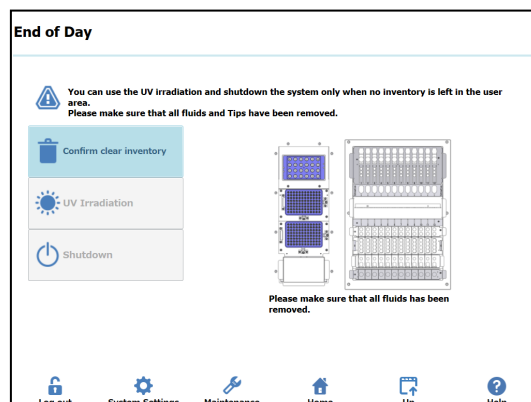

Figura 17: Ecrã “End of Day” (Fim do dia)
24. No ecrã Início, selecione “End of Day” (Fim do dia). É mostrado o ecrã seguinte (Figura 17).